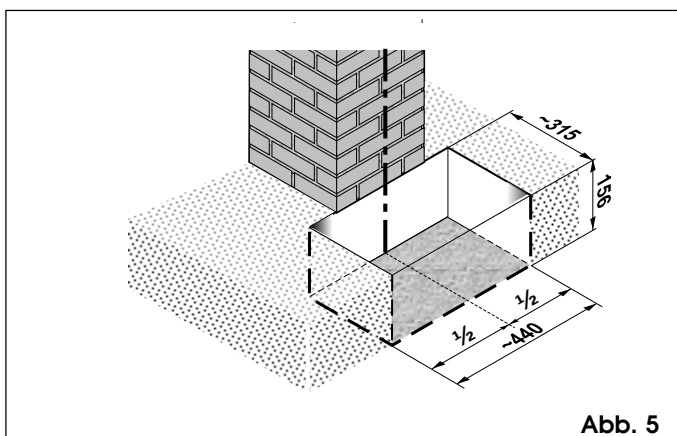

Abb. 5
- 1) Fundamentaushub vornehmen, siehe Abb. 5.